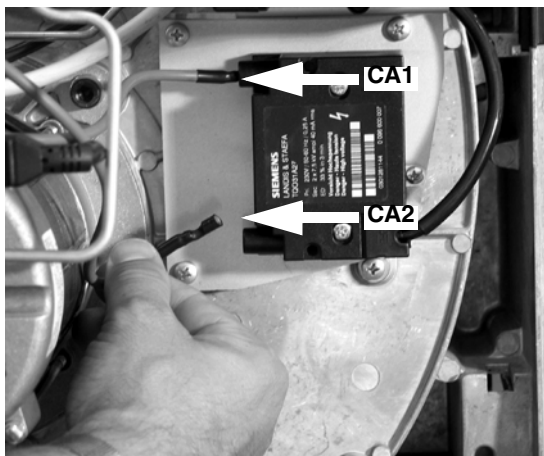

Fig. 22
- Sfilare i cavi di accensione CA1 e CA2 dal trasformatore (Fig. 22).